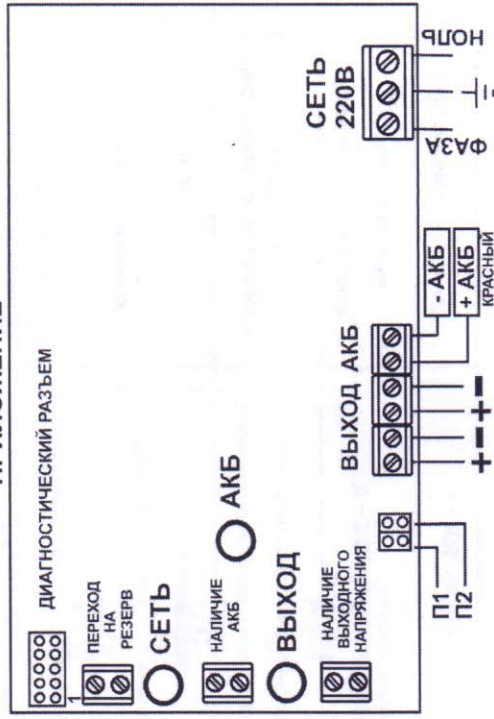

Рисунок 1. Вид источника с открытой крышкой (схема подключения)
- выдачу информационных сообщений «Переход на резерв», «Наличие АКБ», «Наличие выходного напряжения» посредством переключения контактов реле. Выдача информационного сообщения «Переход на резерв» осуществляется с задержкой, определяемой положением переключателя П1 и П2 (см. рисунок 1 Приложения). Соответствие задержки положению переключателя показано в таблице 8 Приложения;
- Подключение источника производится при отключенном сетевом напряжении и открытой крышке (см. рисунок 1 Приложения) в следующей последовательности: